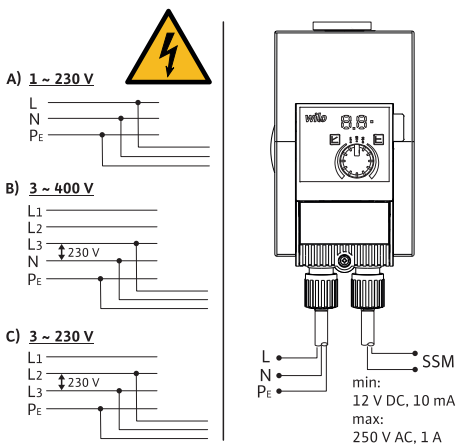

Fig. 3: Tilslutningsmuligheder
- Sluttes til 230 V lavspændingsnet. Ved tilslutning til IT-net (Isolet Terre Netform) skal det sikres, at spændingen mellem faserne (L1-L2, L2-L3, L3-L1 → Fig. 3) ikke overskrider 230 V. I tilfælde af fejl (kortslutning) må spændingen mellem fase og PE ikke overskride 230 V.